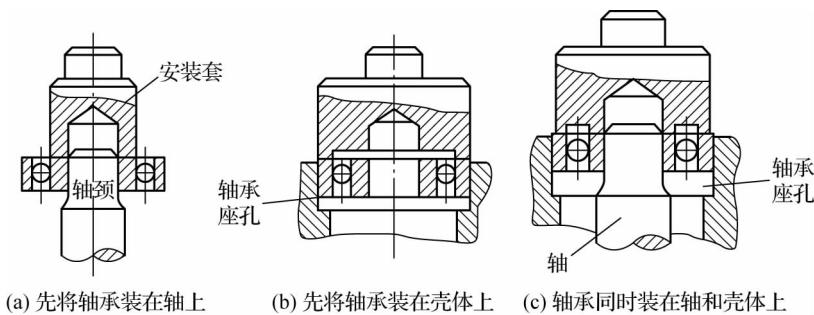

图 7-2 压入法装配滚动轴承
(1) 压入法。当轴承内孔与轴颈配合较紧、外圈与壳体配合较松时,应先将轴承装在轴上,如图 7-2(a)所示;反之,则应先将轴承装在壳体上,如图 7-2(b)所示。如轴承内孔与轴颈配合较紧,同时外圈与壳体也配合较紧,则应将轴承内孔与外圈同时装在轴和壳体上,如图 7-2(c) 所示。